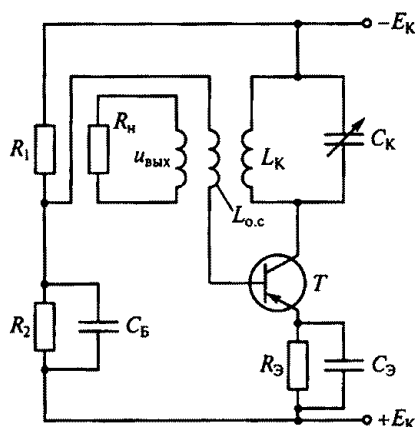

Рис. 211
8.36. Чем отличается транзисторный автогенератор (рис. 211) от усилителя?
8.37. При сборке схемы автогенератора (см. рис. 211) было нарушено условие баланса фаз (изменен знак обратной связи). Каким образом можно восстановить баланс фаз?
8.38. Какие параметры схемы на рис. 211 надо изменить, что-
8.39. Какие параметры схемы автогенератора (см. рис. 211) в основном влияют на частоту колебаний?